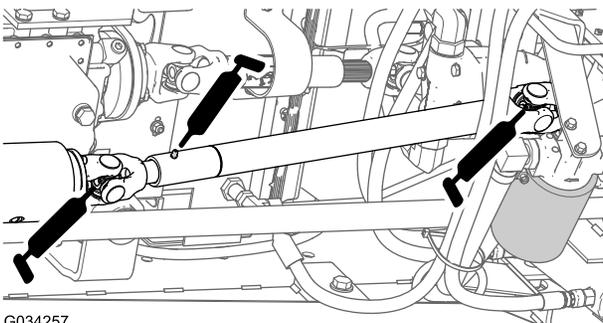

Рисунок 42
- Ведущий вал (3 шт.) (Рисунок 42)